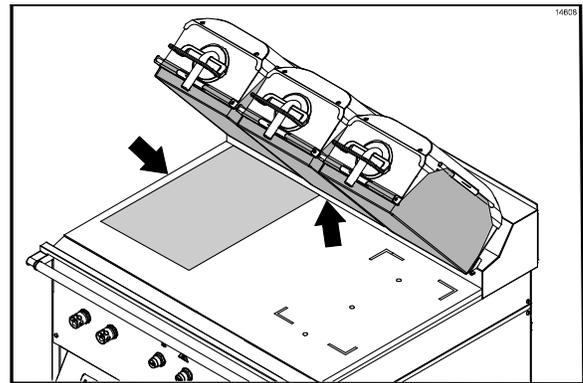

Figura 74
49. Con el lado angosto de la hoja antiadherente inferior hacia la parte trasera de la parrilla, sostenga la hoja antiadherente aproximadamente a 1 pulgada (2,5 cm) del extremo de cada lado. Alinee el borde trasero de la hoja antiadherente con el escudo trasero contra salpicaduras y con el borde lateral de la parrilla. (Vea la figura 74.)